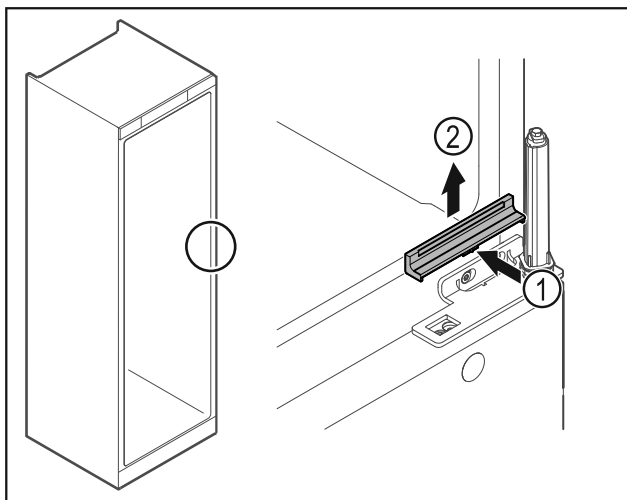

Fig. 32
- ▶ Tryk afdækningen Fig. 32 (1) let ind i midten, og tag den af opefter Fig. 32 (2).